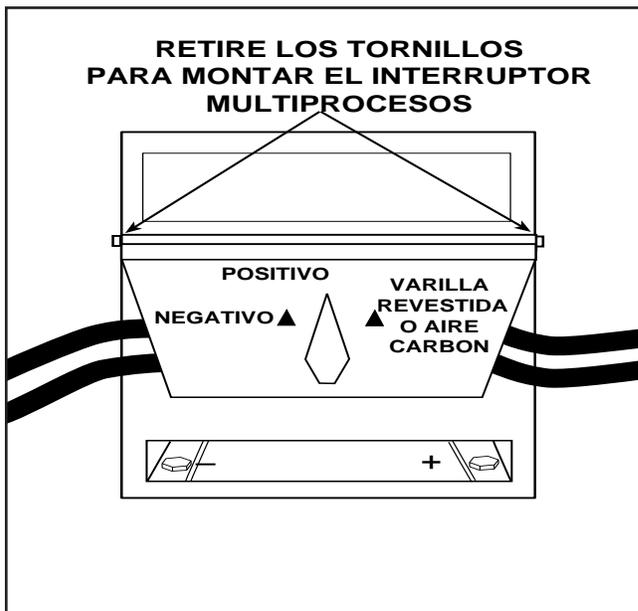

FIGURA C.2 - REMOCION DE LOS PANELES LATERALES
4. Retire los dos tornillos frontales de en medio que aseguran los dos paneles laterales de la máquina. Consulte la Figura C.2.